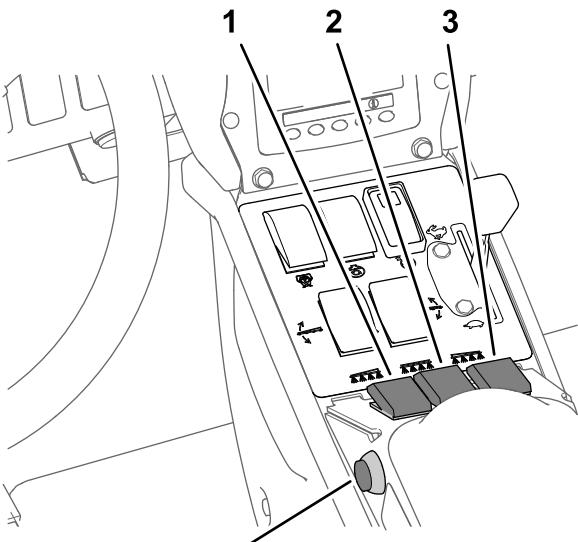

Bild 44
7. Stellen Sie die Sprühabschnittsschalter in die EIN-Stellung (Bild 44).
10. Fahren Sie mit der gewünschten Geschwindigkeit und stellen Sie den Hauptabschnittschalter in die EIN-Stellung, um mit dem Sprühen zu beginnen (Bild 44).
3. Stellen Sie den Hauptabschnittschalter in die Aus-Stellung, siehe Bild 44 in Sprühen im Dosierungsmodus \(Seite 40\).
7. Stellen Sie die Schalter der einzelnen Abschnitte nach Wunsch in die EIN-Stellung, siehe Bild 44 in Sprühen im Dosierungsmodus \(Seite 40\).
9. Fahren Sie mit der gewünschten Geschwindigkeit und stellen Sie den Hauptabschnittschalter in die EIN-Stellung, um mit dem Sprühen zu beginnen, siehe Bild 44 in Sprühen im Dosierungsmodus \(Seite 40\).